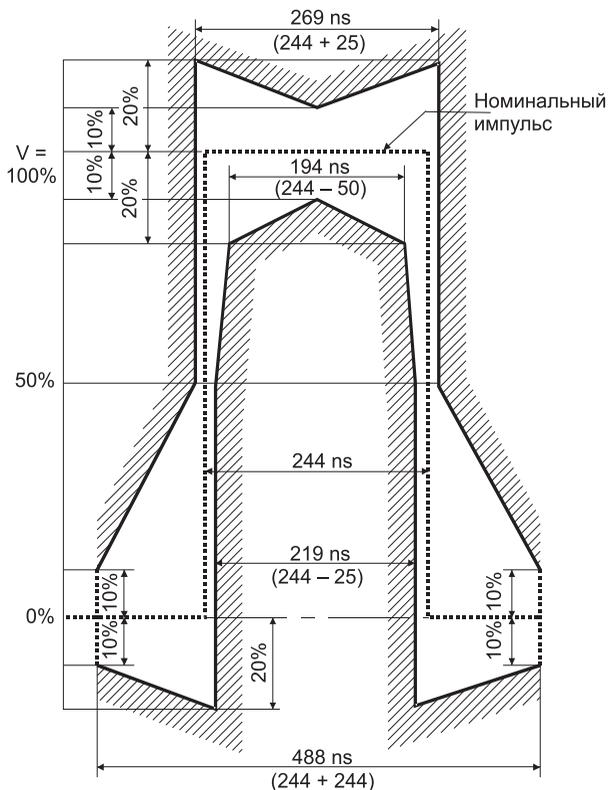

Рис. 7.1: Шаблон импульса G.703 (2048 кбит/с)
**Нормализовать** — программа пытается поместить импульс в шаблон G. 703 (см.рис. 7.1) независимо от уровня, считая максимальное значение импульса за 0dB.